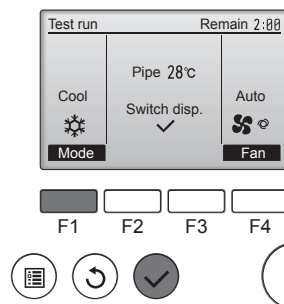

Fig. 8-3
- 1 Tryk på knappen [F1] for at ændre driftstilstand. (Fig. 8-3)